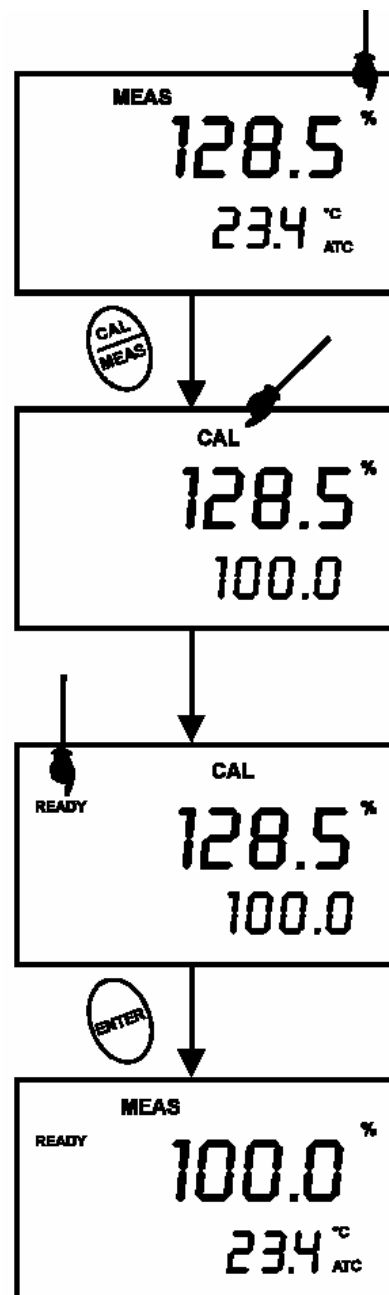

Figure 6 : Etalonnage pour 100% saturation
3. Appuyer sur la touche CAL (étalonnage). L'indicateur CAL apparaît au-dessus de l'affichage principal. L'affichage principal indique la valeur en cours de la mesure et l'affichage secondaire indique 100,0. Voir figure 6.
6. Voir figure 6.